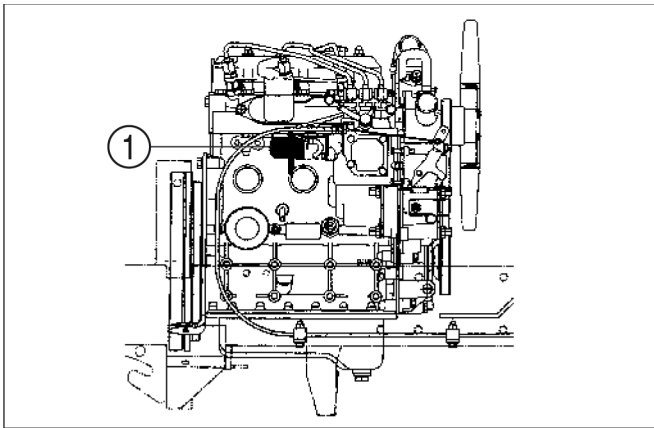

FIG. 34
**Abb. 34:** Wenn der Motor nicht ausgeht, wenn der Zündschalter ausgeschaltet ist, öffnen Sie die linke Abdeckung und drücken Sie ein Ende des Magnetschalters nach innen, bis der Motor stoppt. Wenden Sie sich an Ihren Händler, wenn die manuelle Bedienung des Stoppmechanismus für den Motor notwendig ist.